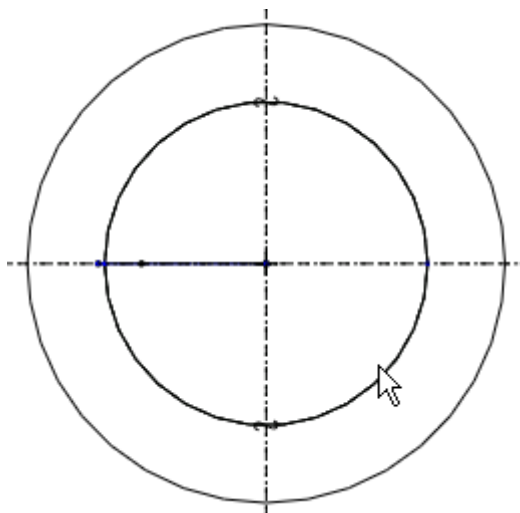

图 48-8
(4) 单击【完成】 【合并终点】 | 【完成】选项，进入草绘工作环境。
(5) 单击“通过边创建图元工具” , 在打开的【类型】对话框中选取“环”，然后选取图 48-8 中箭头指示的圆。